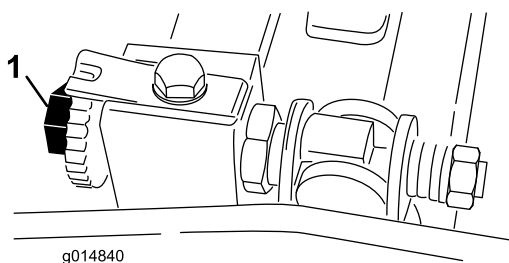

Figure 49
2. Supprimez tout contact avec le cylindre en tournant les vis de réglage de la barre d'appui dans le sens antihoraire (Figure 49).
papier soit légèrement pincé lorsqu'il est inséré par l'avant, parallèlement à la contre-lame et résiste donc légèrement quand vous tirez dessus (Figure 49).